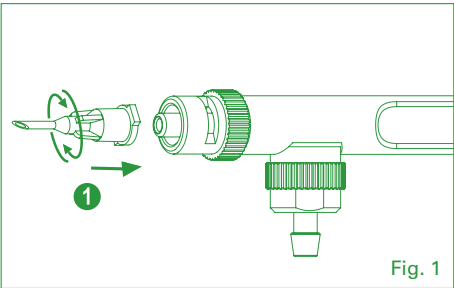

Fig. 1
Assemblaggio (Fig. 1, 2 e 3)
- 1. Collegare l'ago (Fig. 1).
Montaje (Fig. 1, 2 y 3)
- 1. Unir la aguja (Fig. 1).
Montagem (Fig. 1, 2 e 3)
- 1. Fixe a agulha (Fig. 1).